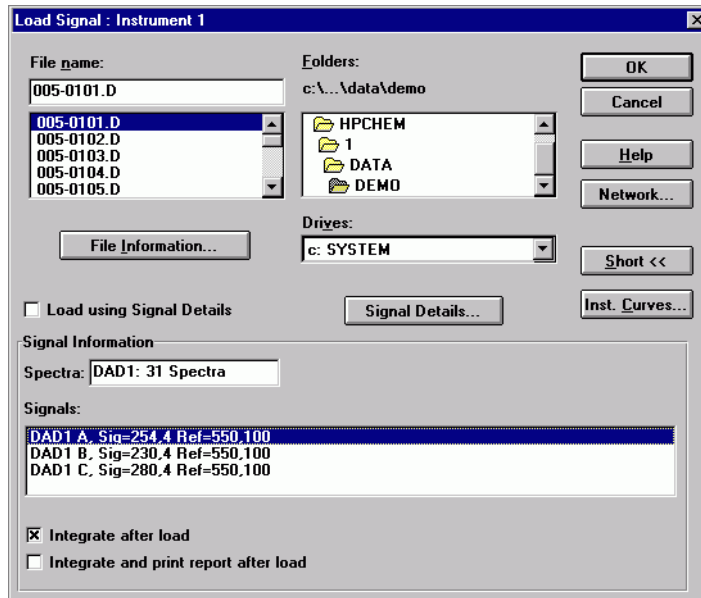

图 8 调用信号 (Load Signal) 的完整对话框
- d 单击全部 >> (Full >>) 按钮，显示信号信息 (参见第 31 页的图 8)。